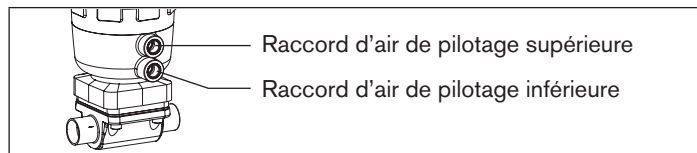

Fig. 17 : Raccordement pneumatique
→ Raccorder le fluide de pilotage au raccord d'air de pilotage inférieure de l'actionneur (voir « Fig. 17 »).
→ Raccorder le fluide de pilotage au raccord d'air de pilotage supérieure de l'actionneur (voir « Fig. 17 »).
→ Pour réduire l'intensité sonore de l'évacuation d'air : insérer le silencieux dans le raccord de purge d'air libre (voir « Fig. 17 »).
4) voir « Fig. 17 : Raccordement pneumatique », page 72